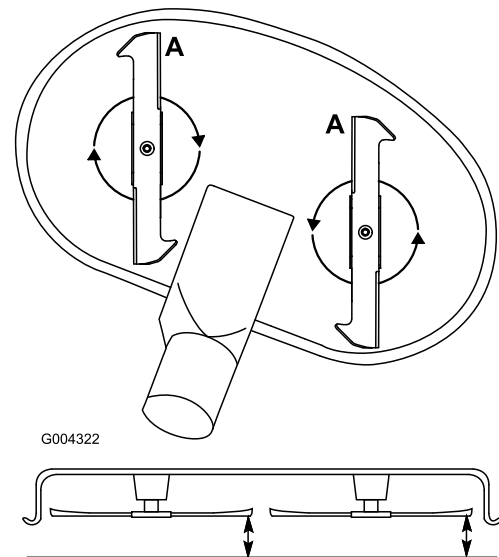

Bild 49
1. Drehen Sie die Schnittmesser, bis die Enden nach vorne und hinten gerichtet sind (Bild 49). Messen Sie von einer ebenen Fläche bis zu den Schnittkante (Position A) der Messer (Bild 49). Notieren Sie diesen Wert.